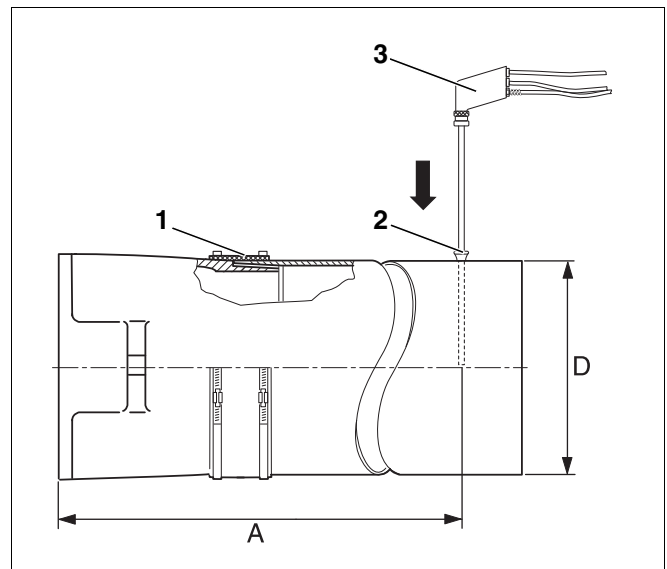

Abb. 31 Messwerte aufnehmen
Die Messungen erfolgen grundsätzlich im Abgasrohr. Die Messöffnung (Muffe; Abb. 31, **Pos. 2**) sollte im Abstand „A“ (ca. $2 \times$ Durchmesser Abgasrohr „D“) vom Abgasstutzen angebracht werden (Abb. 31). Wenn die Abgasanlage unmittelbar nach dem Heizkessel mit einem Bogen angeschlossen ist, muss vor dem Bogen gemessen werden.
Wir empfehlen Ihnen eine Abgasrohr-Abdichtmanschette (Abb. 31, **Pos. 1**) zu verwenden.
- Messsonde (Abb. 31, **Pos. 3**) bis in den Kernstrom (Mitte Abgasrohr) des Abgases eintauchen (höchste Abgastemperatur).